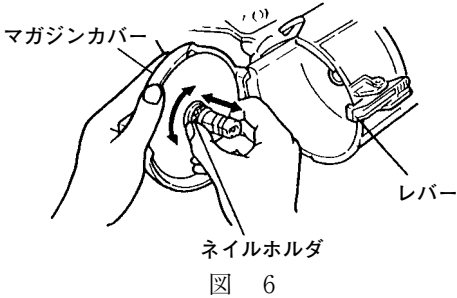
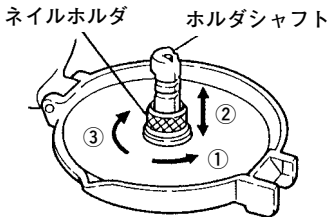

図 6
図 7
- 使用する釘の長さに合わせてネイルホルダの高さ位置を調整します。(図6) 調整は、①ネイルホルダを約90°左に回します。②ネイルホルダを上下に動かし、使用する釘の長さに合わせてホルダシャフトの目印の位置にネイルホルダの上面を合わせます。(27 mm, 32 mm の釘はネイルホルダの上面をホルダシャフトの上面に合わせてください。) ③ネイルホルダを“カチッ”と音のするまで(約90°)右に回します。(図7, 8)